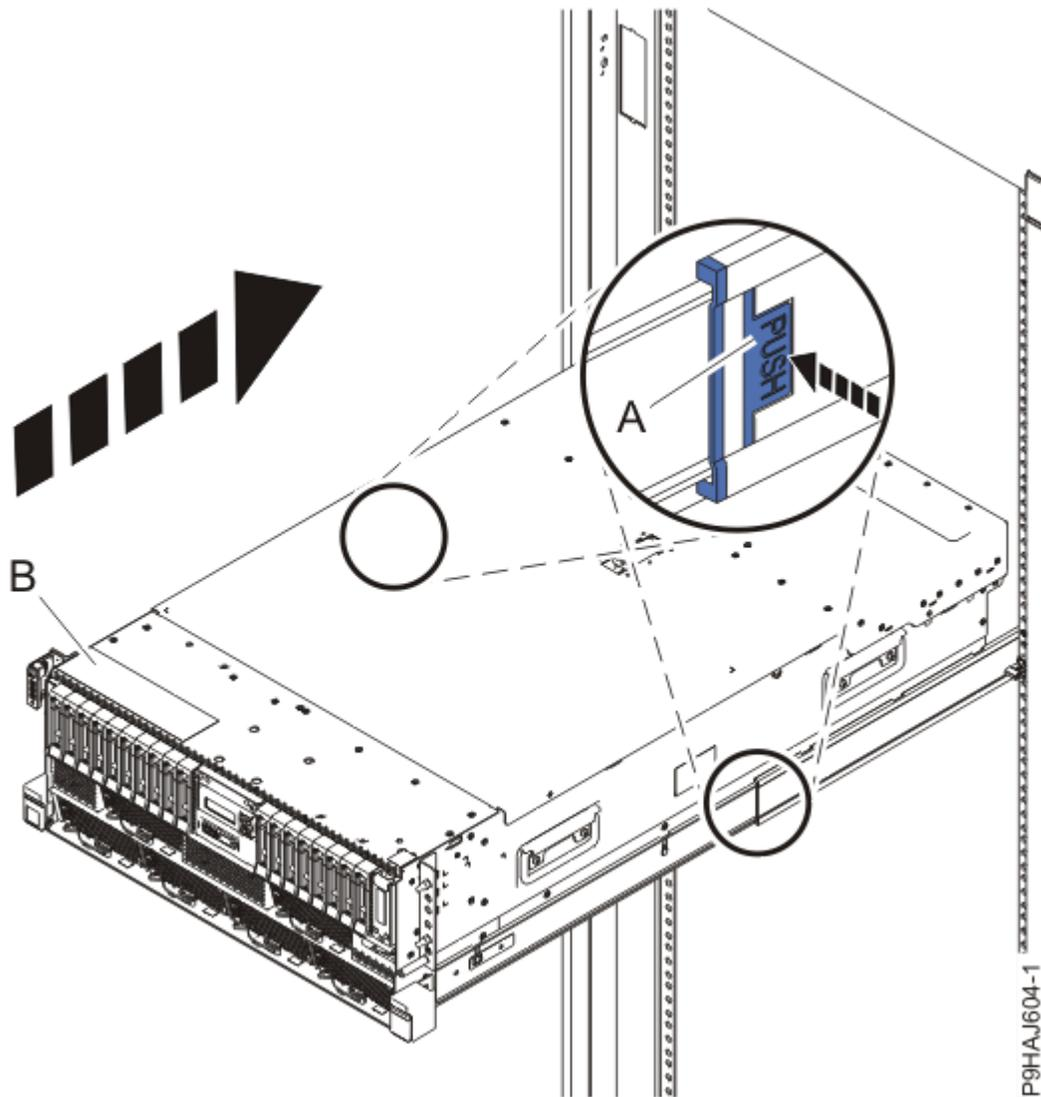

Figura 133. Colocación del sistema en la posición operativa
3. Para un sistema montado en bastidor, desbloquee los pestillos de seguridad de color azul de los rieles **(A)**, tal como se muestra en la Figura 133 en la página 140 presionándolos hacia dentro. Asegúrese de que los brazos portacables se pueden mover libremente. Asegúrese de que los cables de la parte posterior de la unidad no queden atrapados ni se enreden al empujar la unidad del sistema hacia la posición operativa.